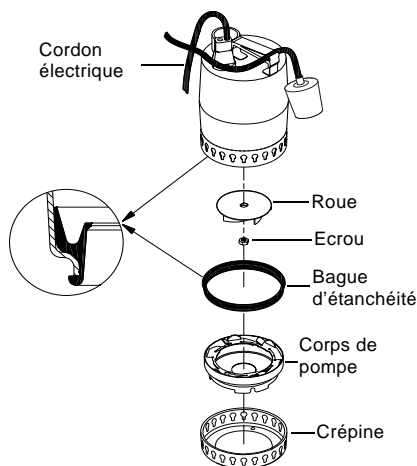

Fig. 11
**Nota :** Contrôler avant et lors du montage du corps de pompe que la bague d'étanchéité est positionnée correctement, voir fig. 11. Mouiller cette bague d'étanchéité avec de l'eau pour faciliter le montage.
Les tableaux ci-dessous et la fig. 11 montrent les numéros des pièces et les composants des kits de maintenance.